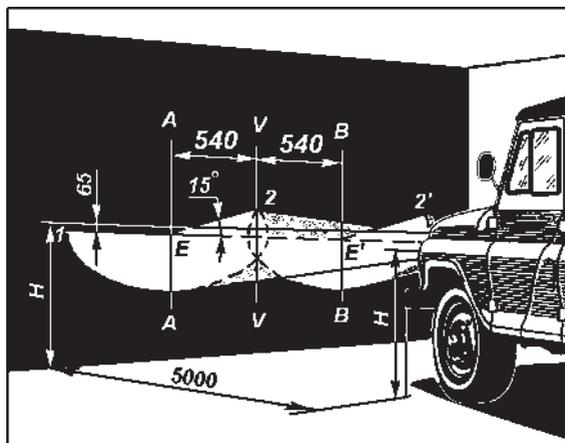

Рис. 9.37. Разметка экрана для регулировки фар:
1. Установите полностью заправленный и снаряженный автомобиль с нормальным давлением воздуха в шинах и нагруженным сиденьем водителя 750 Н (75 кгс) на ровной горизонтальной площадке на расстоянии 5 м от экрана со специальной разметкой (рис. 9.37).